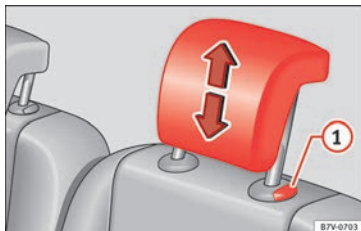

Fig. 152 Montaje del apoyacabezas de la segunda o tercera fila de asientos.
- Extraiga el apoyacabezas » » » **fig. 152 ①** con el botón pulsado.